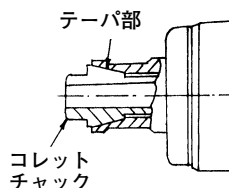

図 10
- ・ トイシを取付ける場合は、図 10 に示すテーパー部にスピンドル油 (ミシン油でも結構です) を少量塗布してから、コレットチャックを締めてください。